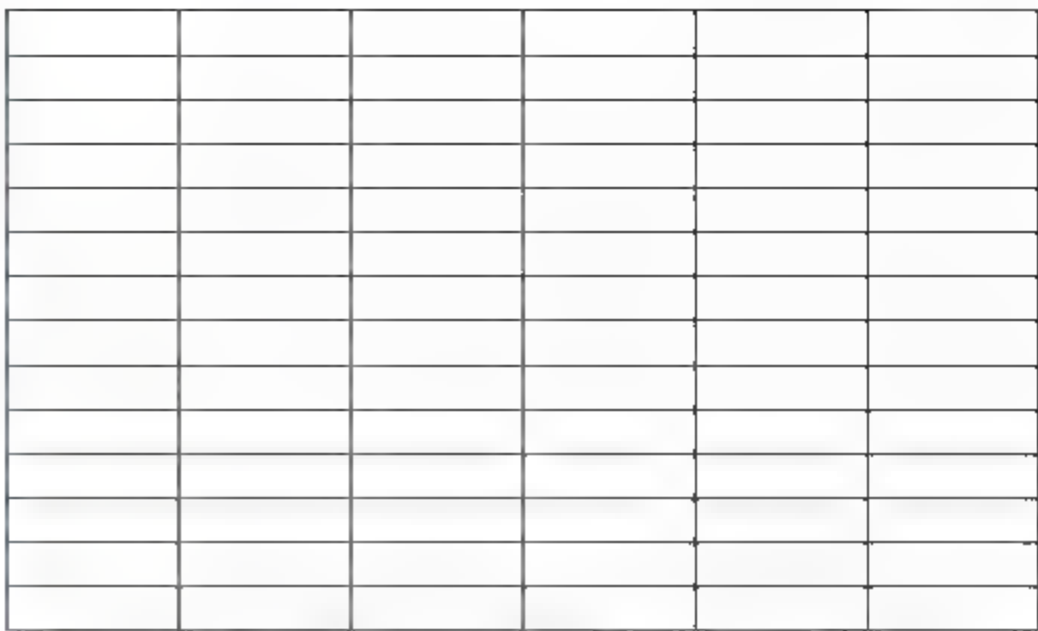

图10-57 绘制表格
**08** 单击【确定】按钮，分别指定表格的对角点，创建表格的结果如图10-57所示。